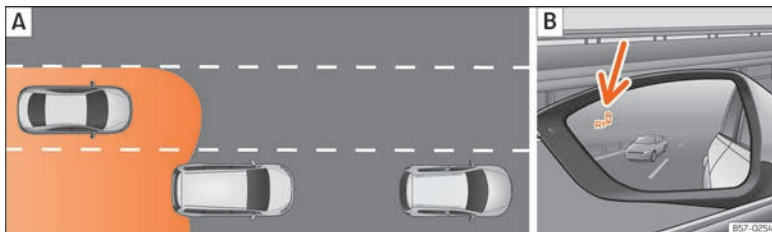

Abb. 273 Schematische Darstellung: [A] Überholvorgang mit Verkehr im hinteren Bereich. [B] Anzeige des Blind-Spot-Assistenten im Außenspiegel links.
Die Radarsensoren befinden sich links und rechts am hinteren Stoßfänger und sind von außen nicht sichtbar »» **Abb. 272**. Die Sensoren erfassen den Bereich des toten Winkels, sowie den hinter dem Fahrzeug erzeugten Verkehr »» **Abb. 273**, »» **Abb. 274**. Die Seitenbereiche umfassen etwas über eine Fahrbahnbreite.
In nachfolgenden Situation wird die Anzeige im Außenspiegel » » **Abb. 273** [B] (Pfeil) oder » » **Abb. 274** [B] (Pfeil) dargestellt:
- Bei einer Überholung durch ein anderes Fahrzeug » » **Abb. 273** [A].